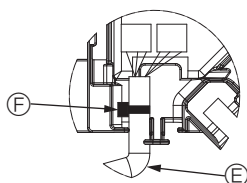

Fig. 10-10
- Поместите ленту, фиксирующую провод мотора дефлектора, в коннекторную коробку, как показано на схеме. (Fig. 10-10)